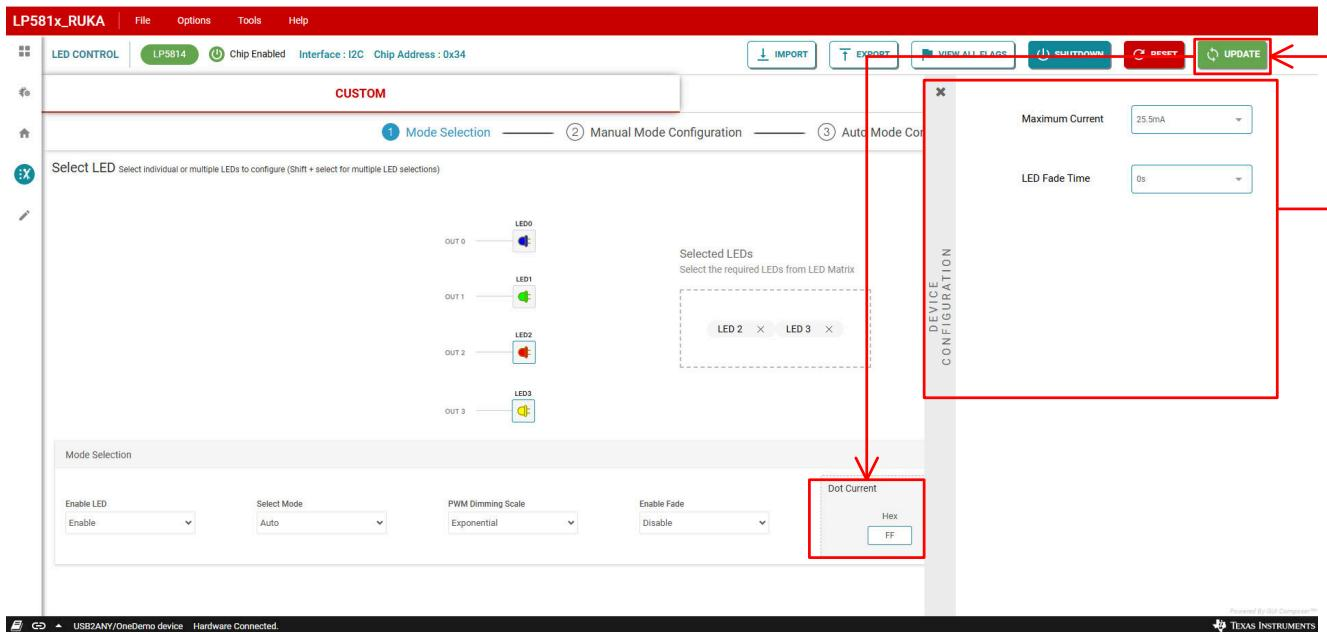

图 3-16. 自动模式下的电流设置和更新命令发送
- 单击 *LED Control* 页面右侧的 *Device Configuration* 按钮，以打开最大电流配置面板，如图 3-16 所示。从 *Maximum Current* 下拉菜单中选择 *25.5mA* 或 *51mA* 项，以设置选定红色 LED 和白色 LED 的 MC (最大电流)。
- 在 *Dot Current* 控件中输入数据，为选定的蓝色 LED 和绿色 LED 设置 DC (点电流) 值，如图 3-16 所示。